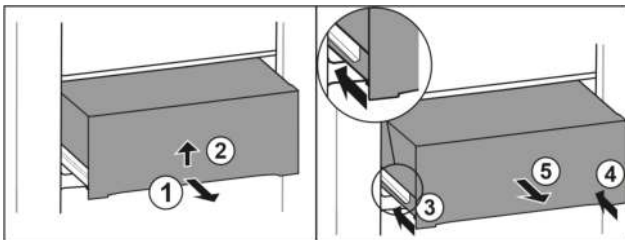

Fig. 60
- ▶ Schubfach halb herausziehen. *Fig. 60 (1)*
- ▶ Schubfach an der Unterseite anheben. *Fig. 60 (2)*
- ▶ Linke Schiene einschieben. *Fig. 60 (3)*
- ▶ Rechte Schiene einschieben. *Fig. 60 (4)*
- ▶ Schubfach nach vorne entnehmen. *Fig. 60 (5)*